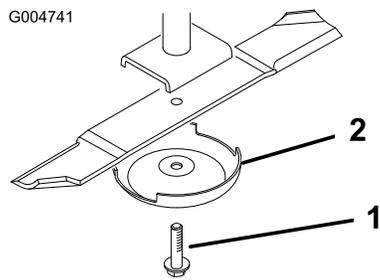

Figura 87
- Afferrate l'estremità della lama con un cencio o un guanto bene imbottito. Togliete il bullone, la coppa antistrappo e la lama dall'asse del fusello (Figura 87).